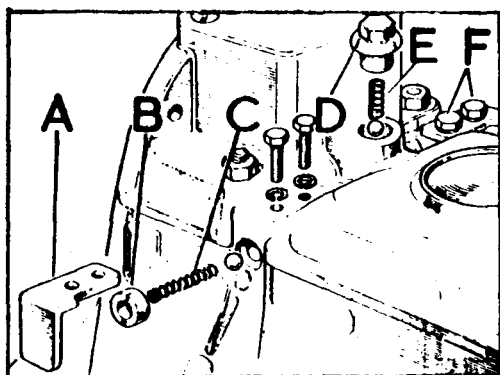
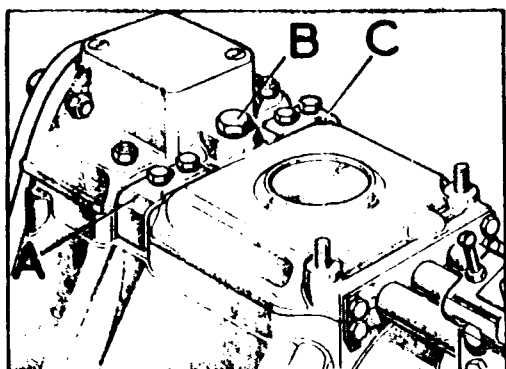

Fig. C-82 Muelles y bolas de las barras correderas
Fig. C-86 Tapa de la caja de velocidades
- 1.3. Retirar los elementos de fijación, F y , (Fig. C-82) de los muelles de los ejes selectores y extraer la placa, A, los retenes de caucho, B, y los muelles C y E. Rellenar los agujeros de la tapa con grasa y evitar que las bolas puedan caer al interior de la caja cuando se quite la tapa.
- 2.5. Montar la tapa de la caja, bolas-fiador, muelles, retén de caucho, B (Fig. C-82 y placa-retén, A. Obsérvese que el muelle de retenida del eje selector de marcha atrás es más fuerte y ligeramente más grueso que los demás, y que la muesca de la parte superior de las placas de retenida debe quedar hacia la parte -delantera de la caja de velocidades (Fig. C-86).